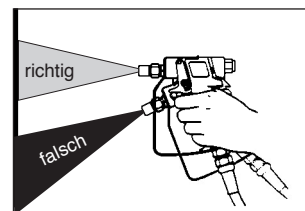

Abb. 18: Spritzwinkel
- Halten Sie die Spritzpistole im rechten Winkel (90°) zur der zu beschichtenden Fläche. Sobald Sie die Spritzpistole in einem anderen Winkel halten, wird die Beschichtung ungleichmäßig und fleckig (siehe Abb. 18).